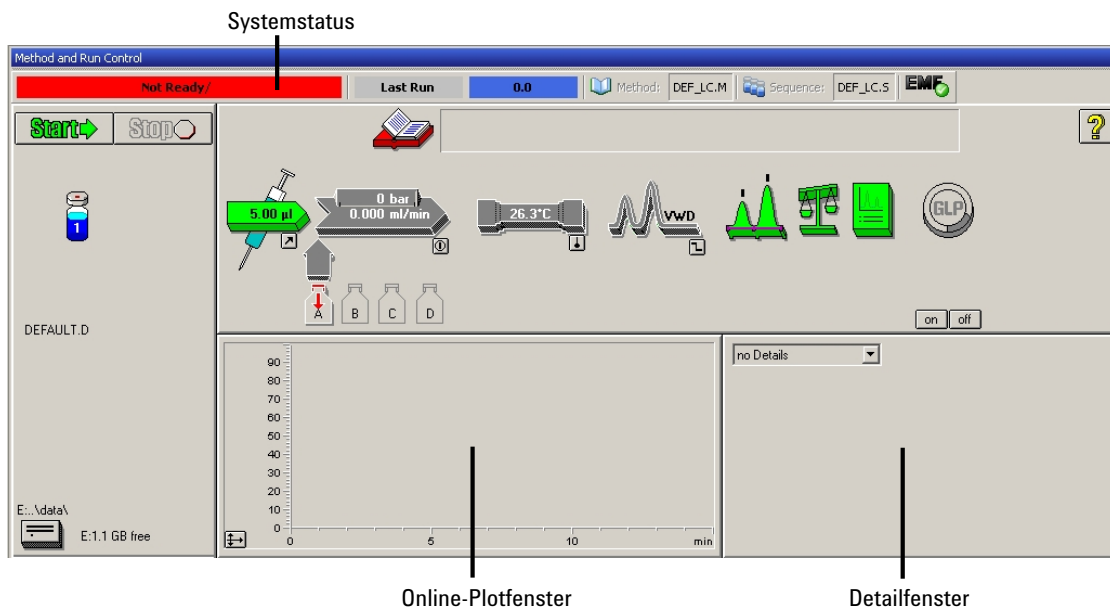

Abbildung 36 Startbildschirm Agilent ChemStation (**Method and Run Control**)
- 3 Starten Sie die Agilent ChemStation Software. Wenn die Pumpe, der automatische Probengeber, der thermostatisierte Säulenofen und der Detektor gefunden werden, sollte der Bildschirm der Agilent ChemStation aussehen wie in **Abbildung 36** auf Seite 94. Der Systemstatus ist rot (**Not Ready**).